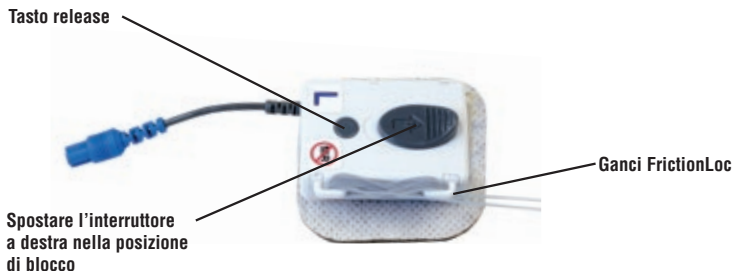

Figura 17 - Connettore FrictionLoc
- Far scorrere l'interruttore LOCK a destra, come mostrato nella Figura 17, fino ad avvertire un clic.